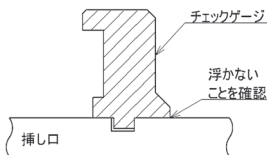

図73 溝深さの確認
(5) 加工完了後、所定の寸法になっていることをGX形専用のチェックゲージを用いて下記の方法で確認する。
- ① チェックゲージを加工後の溝に入れて、挿し口全周にわたって浮かないことを確認する(図73)。チェックゲージが浮く場合、溝が浅いので再度溝切加工を行う。